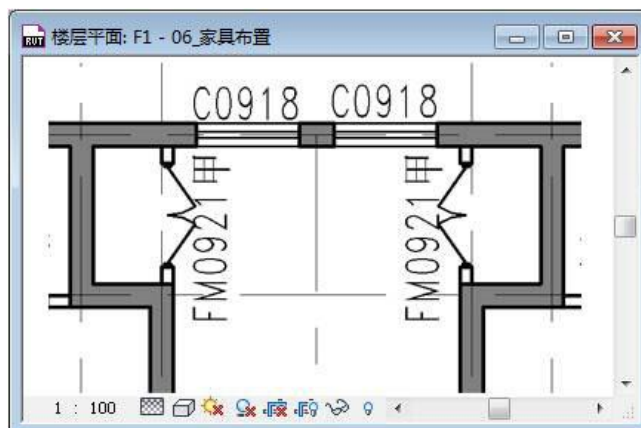

图 3-11
- 11) 以“M\_双开门 1521FBM 甲”为基础复制新的门类型“FM0921 甲”并修改门的“高度”为 2100，宽度为“900”。光标移动到绘图区域，在刚刚绘制的两面“NQ\_100\_隔”上，（如图 3-11 所示）位置放置防火门“FM0921 甲”。